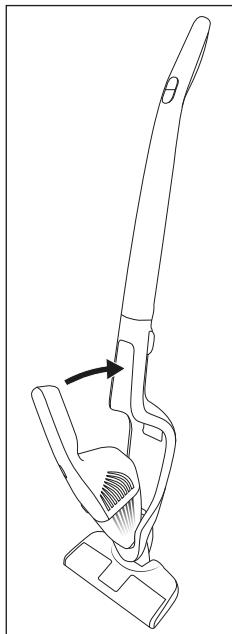
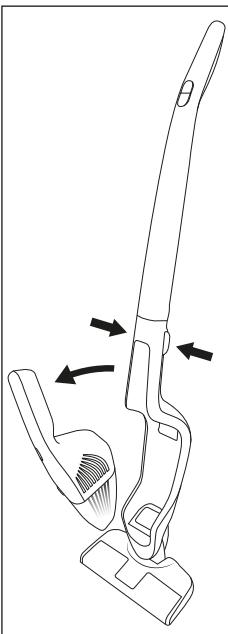

Fig. 2
Fig. 3
- 1) Per collegare l'aspiratore portatile **③** al manico **⑩**, spingere la punta del dispositivo portatile **③** nell'apertura dell'incavo per dispositivo portatile **⑬**.
- 2) Introdurre poi l'impugnatura **①** dell'aspiratore portatile **③** nel manico **⑩** in modo tale che l'aspiratore portatile **③** si innesti in posizione e rimanga ben fisso (fig. 2).
- 3) Per staccare l'aspiratore portatile **③** dal manico **⑩**, premere i due tasti di sblocco **⑫**.
- 4) Estrarre l'aspiratore portatile **③** dall'incavo **⑬** tirandolo verso l'alto/in avanti (fig. 3).